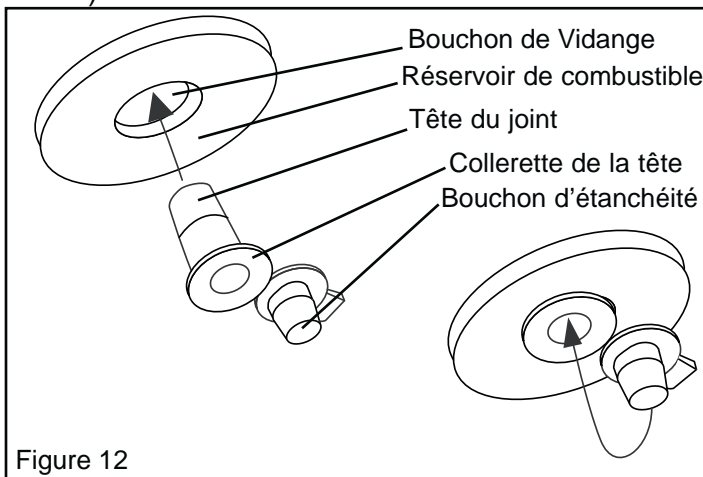

Figure 12
4. Pour remettre le bouchon, enfoncez la tête de vidange entièrement dans l'orifice de vidange, puis fixez en enfonçant entièrement le bouchon d'étanchéité dans l'orifice de la tête (voir Figure 12).